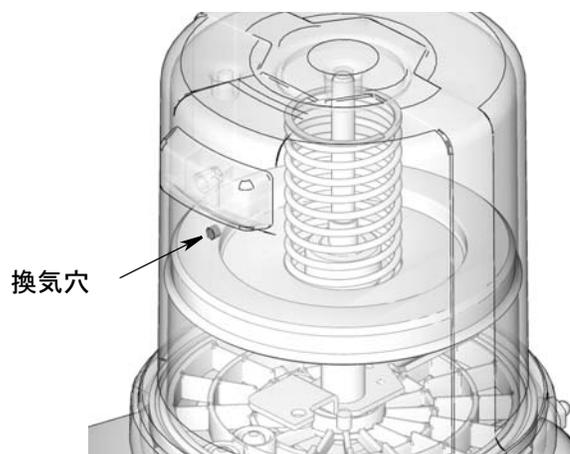

図 24
3. 従動板のシールが換気穴 (図 24) に至るまで油受けにグリースを充填して、空気の大部分が油受けから出るようにします。